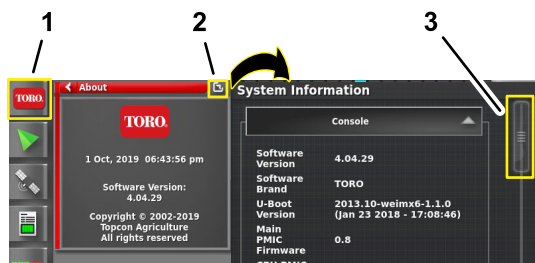

Figura 210
1. Premete l'icona INFORMAZIONI DI SISTEMA, quindi fate scorrere l'icona SCHERMO INTERO nell'angolo in alto a destra della finestra Informazioni di sistema (Figura 210).